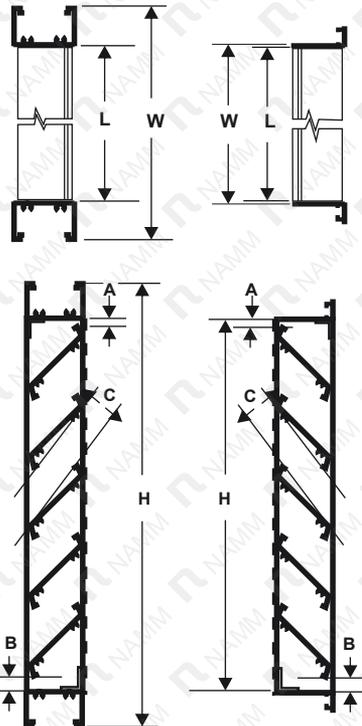

Figura 5- MEDIDAS A CONSIDERAR PARA EL CALCULO DEL AREA LIBRE
El Area Libre se determina multiplicando la suma de las distancias mínimas entre las aletas intermedias (C), más la distancia entre la aleta superior y el cabezal (A), más la distancia entre la aleta inferior y la base (repisón)(B), por la distancia mínima entre los postes verticales (jambas)(L) (ver Figura 5).